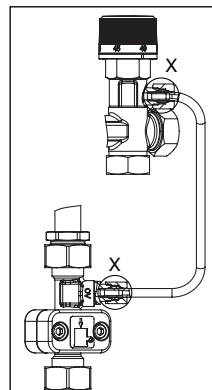

Abb. 6.7 Darstellung Einbau HTU/ TU
12. Die Enden des Kupferrohrs bis zum Anschlag in das Gehäuse bzw. in den Stopfen schieben. (Abb. 6.7 / 6.8 für die Richtung des Kupferrohrs beachten!) Evtl. die Ausrichtung des Ventils und des Gehäuses noch einmal anpassen.